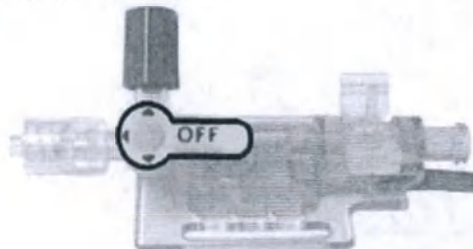

Рис. 8.14: Первое положение (1) и второе положение (2)
- Установите запорный кран клапана в положение 1, как показано на рис. 8.14, чтобы физиологический раствор двигался по направлению к датчику.
- Закройте место соединения мембраны датчика с выходным отверстием, быстро повернув (примерно на 180 °) рычаг запорного крана в положение 2 (рис. 8.14).